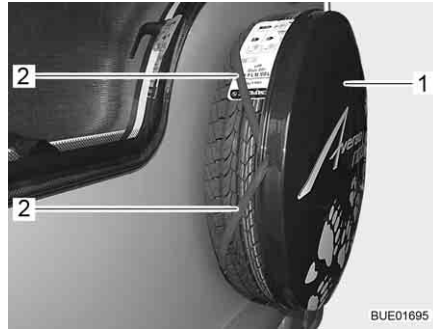

Bild 232 Abdeckplatte
- Abdeckplatte (Bild 232,1) abnehmen. Dazu die Gummibänder (Bild 232,2) vom Reifen abziehen